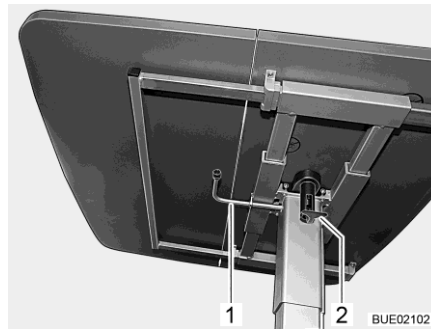

Fig. 129 Mesa elevadora
- Plegar hacia abajo la palanca de bloqueo (Fig. 129,2).
- Girar la palanca (Fig. 129,1) debajo del tablero de la mesa 180° en sentido de las agujas del reloj. El mecanismo de elevación en la pata de mesa se desbloquea.
- Girar la palanca (Fig. 129,1) debajo del tablero de la mesa 180° en sentido de las agujas del reloj. El tablero de la mesa se desplaza automáticamente hacia arriba hasta el tope final.